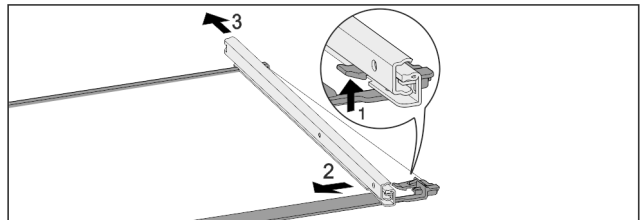

Fig. 124 Glasplatte mit Schienen
- ▶ Vorderen Rasthaken nach oben drücken. Fig. 124 (1)
- ▶ Auszugsschiene zur Seite Fig. 124 (2) und nach hinten Fig. 124 (3) wegschieben.